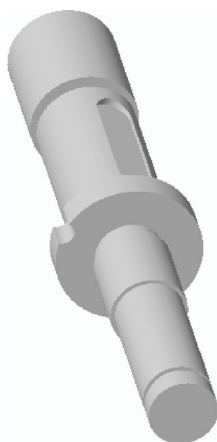

图 15-13 创建拉伸切除特征一
STEP 04 单击“关闭”面板中的“确定”按钮，完成截面绘制并退出草绘环境。在“拉伸”选项卡中设置拉伸高度为“1”，并调整拉伸方向，单击“移除材料”按钮，然后单击“完成”按钮，完成拉伸切除特征的创建，如图 15-13 所示。